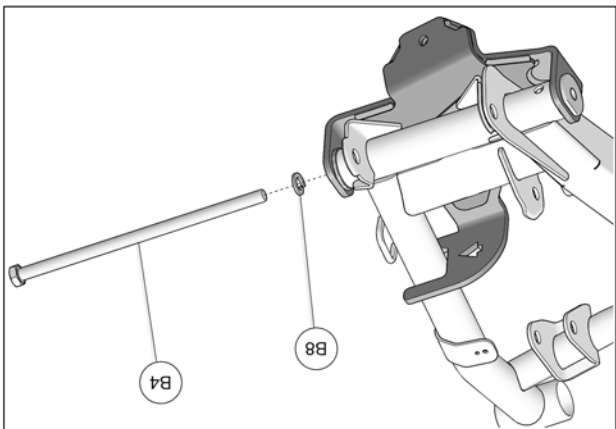

Fig. 8
9. Glisser la rondelle de blocage (B8) sur le nouveau boulon M12x260mm (B4); insérer le boulon à travers l'ancrage, la T-bague (B5), le bras de suspension jusqu'à la T-bague fileté (B6). Visser le boulon et serrer à un couple de 85 N•m [63 lb•pi]. Voir la Fig. 8